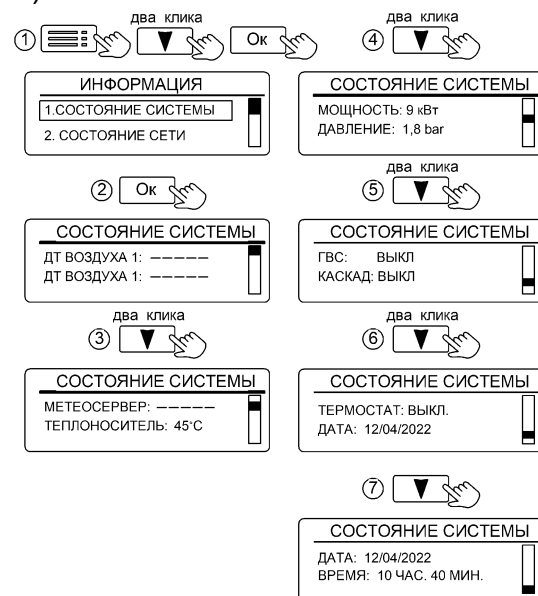

Рисунок 30. Вид вкладки «СОСТОЯНИЕ СИСТЕМЫ»
11.3.1 «1.СОСТОЯНИЕ СИСТЕМЫ» отображает текущие значения (рис. 30):